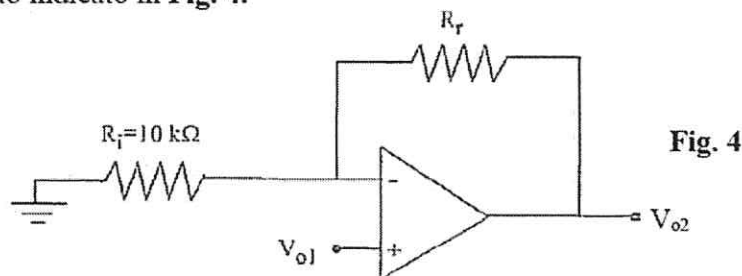

Fig. 4
All'uscita del preamplificatore viene collegato un secondo stadio di amplificazione, realizzato mediante il circuito indicato in Fig. 4.
- h) Scrivere l'espressione del guadagno $G = \frac{V_{o2}}{V_{o1}}$ del circuito di Fig. 4.